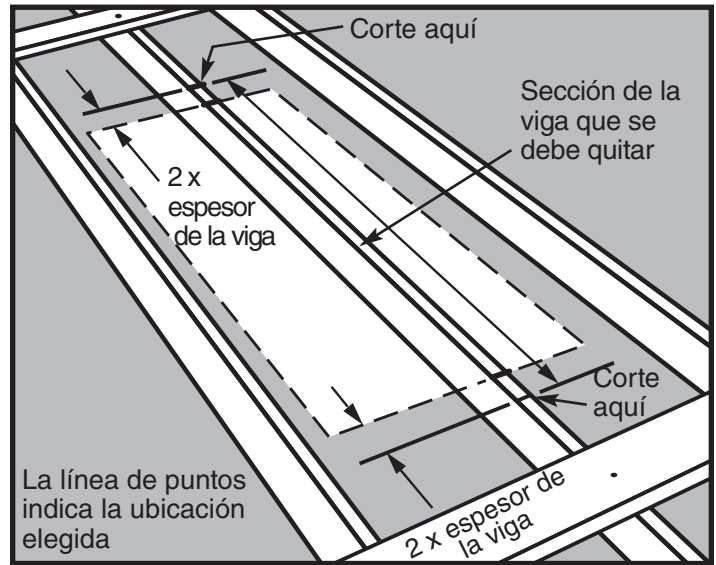
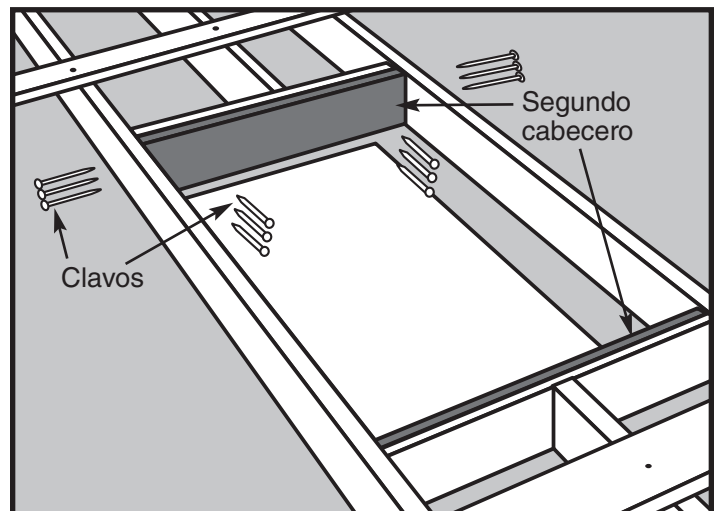

Figura 10
Figura 16
**PASO 4.** Determine dónde se debe(n) cortar la(s) viga(s). La Figura 10 muestra dónde marcar la(s) viga(s) que atraviesan la ubicación elegida. Tenga en cuenta que la(s) viga(s) debe(n) marcarse por fuera de la ubicación elegida, a una distancia del borde de la misma que sea igual el doble del espesor de las vigas (generalmente 76.2 mm / 3 pulgadas). Esto deja espacio para colocar dos cabeceros del tamaño de las vigas contra cada extremo de la(s) viga(s) cortada(s) (vea la Figura 16 de la página 39).
- PASO 6.** Coloque un segundo cabecero contra el primero, y únalo al primero con tres (3) clavos 16d en cada espacio entre vigas (vea la Figura 16).
- PASO 7.** Inserte tres (3) clavos 16d en cada extremo del segundo cabecero, a través de las vigas (vea la Figura 16).